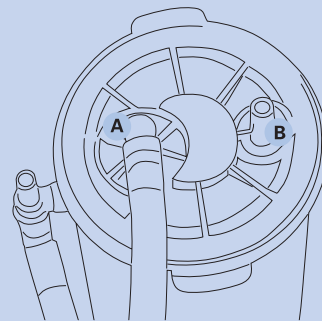

Abb. 14
5. Verbinden Sie den Patientenanschluss des Absaugbeutels „OneWay“ (Abb. 14 (B)) mit dem Absaugschlauch. Achten Sie dabei auf einen ausreichend festen Sitz des Schlauchs.